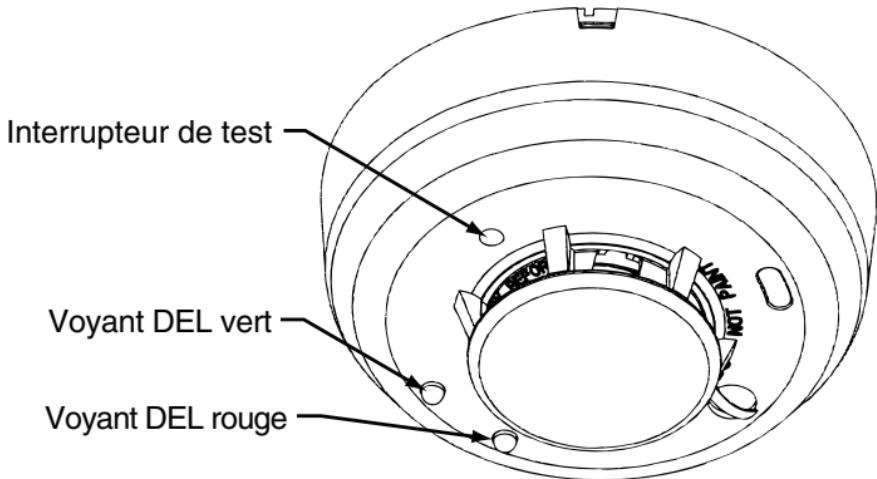

Figure 4: Modèle Silent Call No. SD4-MC
- Dans les espaces morts au sommet d'un toit pointu ou dans les coins entre les plafonds et les murs. L'air immobile peut empêcher la fumée d'atteindre le détecteur. Voir les figures 4 et 5 en ce qui concerne les emplacements d'installation recommandés.